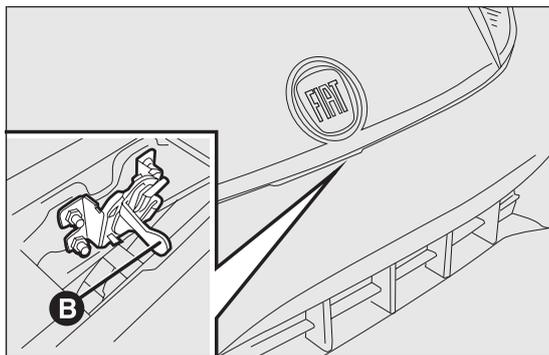

fig. 85
- agire sulla levetta B fig. 85 e sollevare il cofano;